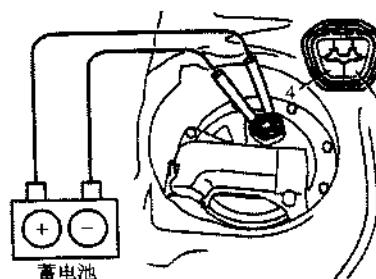

图 2.25 检查燃油泵的工作情况
- ① 将蓄电池正极引线与插接器的 4 号端子相连，负极引线与 5 号端子相连，如图 2.25 所示。
- ② 检查燃油泵是否正常工作，如果不能正常工作，应更换燃油泵。